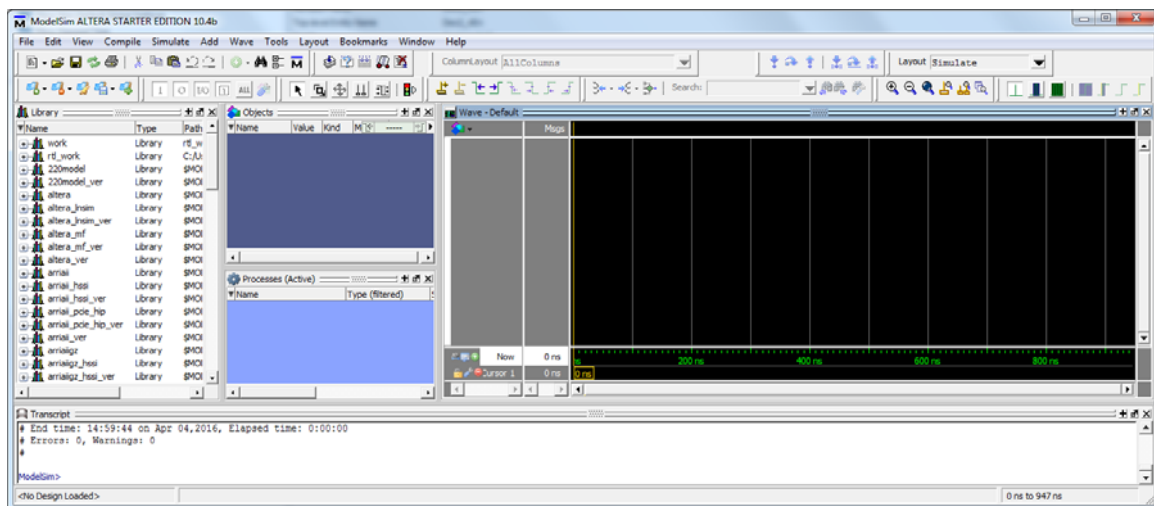

Figura 4 – Aspecto inicial da janela da ferramenta de simulação “ModelSim Intel FPGA Starter Edition”.
**7.** Quando executada, a ferramenta de simulação “ModelSim Intel FPGA Starter Edition” deve apresentar o aspeto ilustrado na Figura 4. Caso a janela “Wave” (destinada ao desenho das formas de onda) não apareça, poderá ativá-la através do menu “View → Wave”.